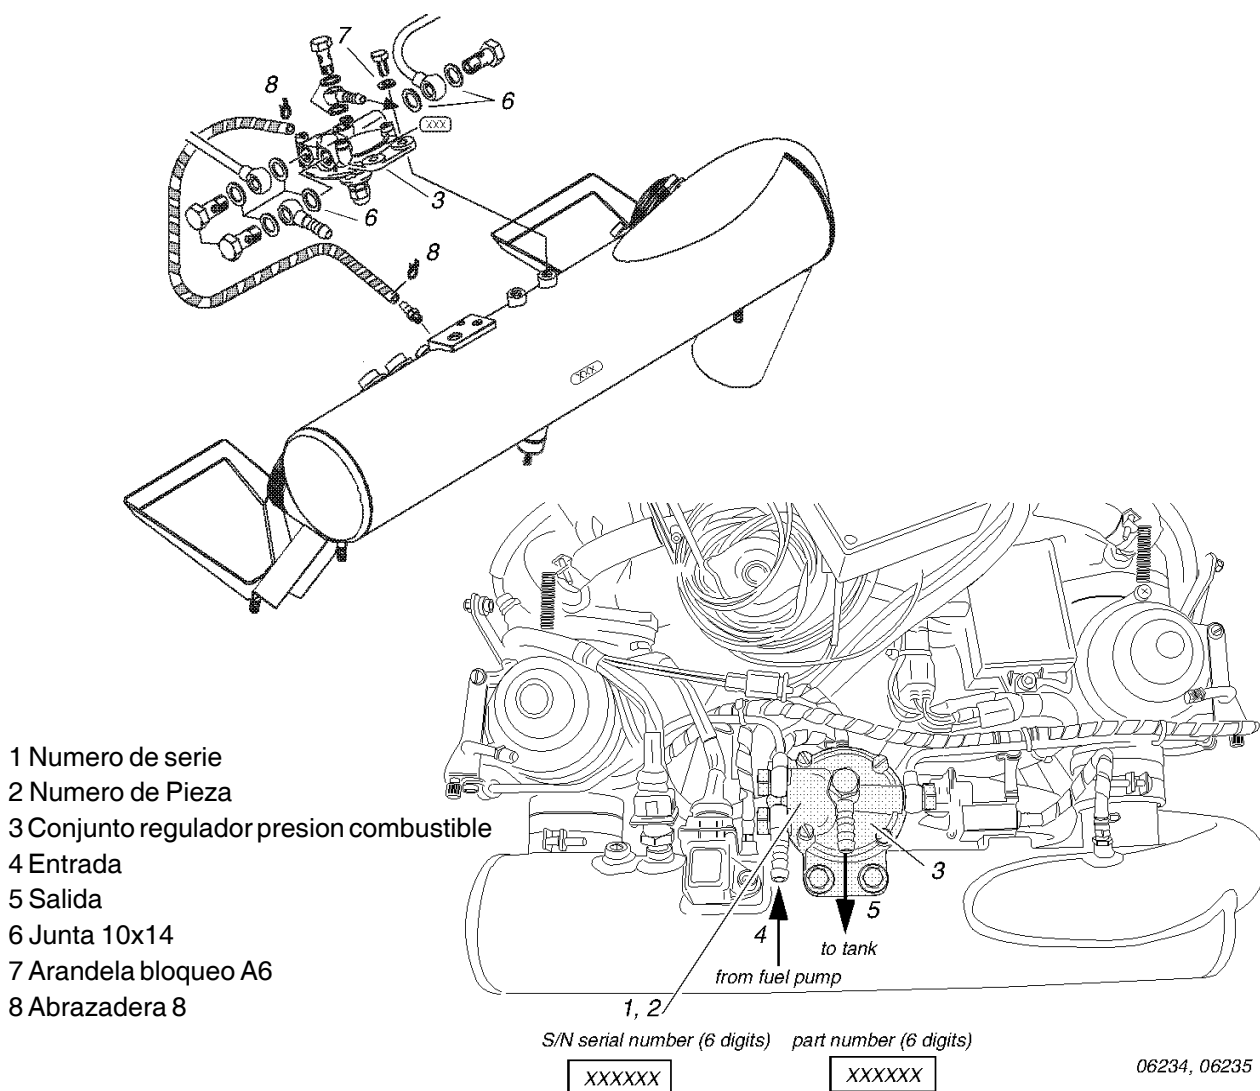

Fig. 1
- ◆ NOTA: El numero de serie (1) y el numero de referencia (2) es visible en la pestaña del regulador de presión de combustible (3), (ver fig. 1) .
(ver fig 1)